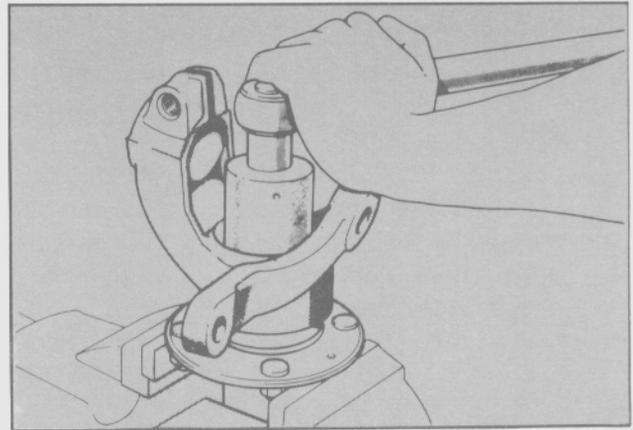

Fig. 6. Montaje del portamaza en una morsa
- Montar el portamaza en una morsa. No apretar demasiado la morsa (Fig. 6).